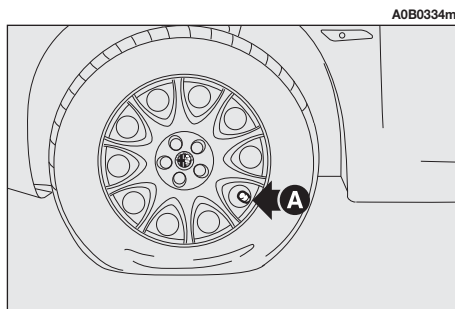

fig. 13
1) Posizionare la ruota per l'intervento con la valvola (**A-fig. 13**) rivolta come illustrato in figura, **dopodiché azionare il freno a mano.**